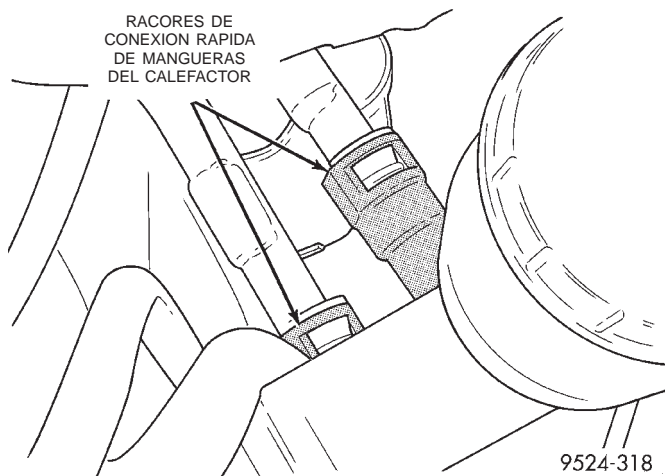

Fig. 57 Conexión de mangueras del calefactor en el motor
(2) Empleando unos alicates de mandíbulas deslizables, apriete el racor de conexión rápida de la manguera que se retira (Fig. 57).